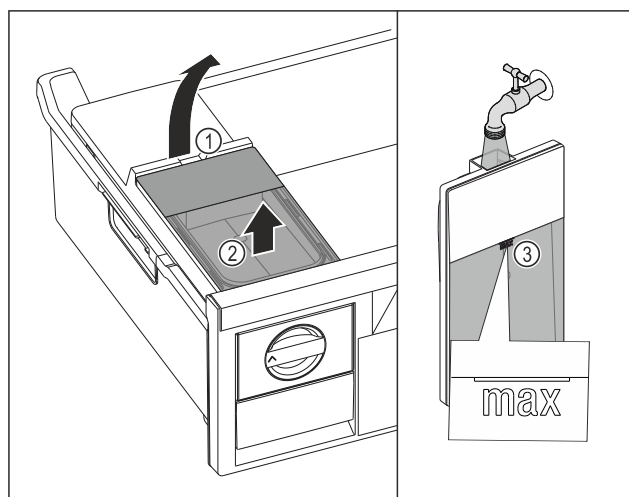

Fig. 151
- ▶ Løft vannbeholderen ved utsporingen Fig. 151 (1).
- ▶ Løft vannbeholderen ut av skuffen. Fig. 151 (2)
- ▶ Fyll vanntanken med vann opp til markeringen Fig. 151 (3).